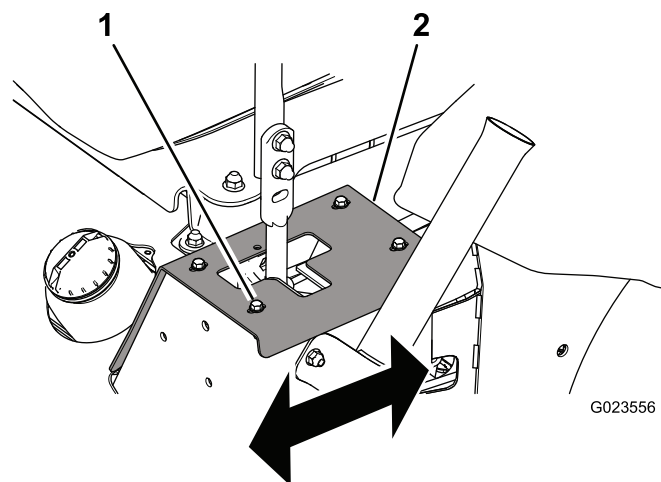

Figura 55
- Se virar para direita, desaperte os parafusos e ajuste a placa do batente esquerdo para trás até a máquina ficar a direito (Figura 55).
- Se virar para esquerda, desaperte os parafusos e ajuste a placa do batente direito para trás até a máquina ficar a direito (Figura 55).
1. Parafuso (4)
- Aperte os parafusos para fixar placa do batente (Figura 55).